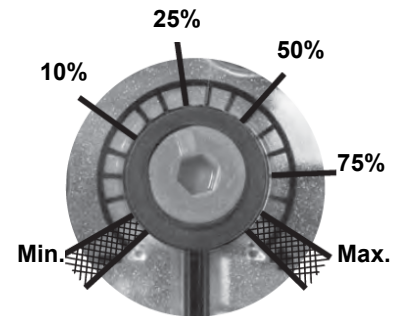

Fig. 12
- 3 выпустить воздух со штуцера (M) манометра насоса (Рис. 12), расслабив слегка заглушку, но не снимая ее; затем отпустить контактор;